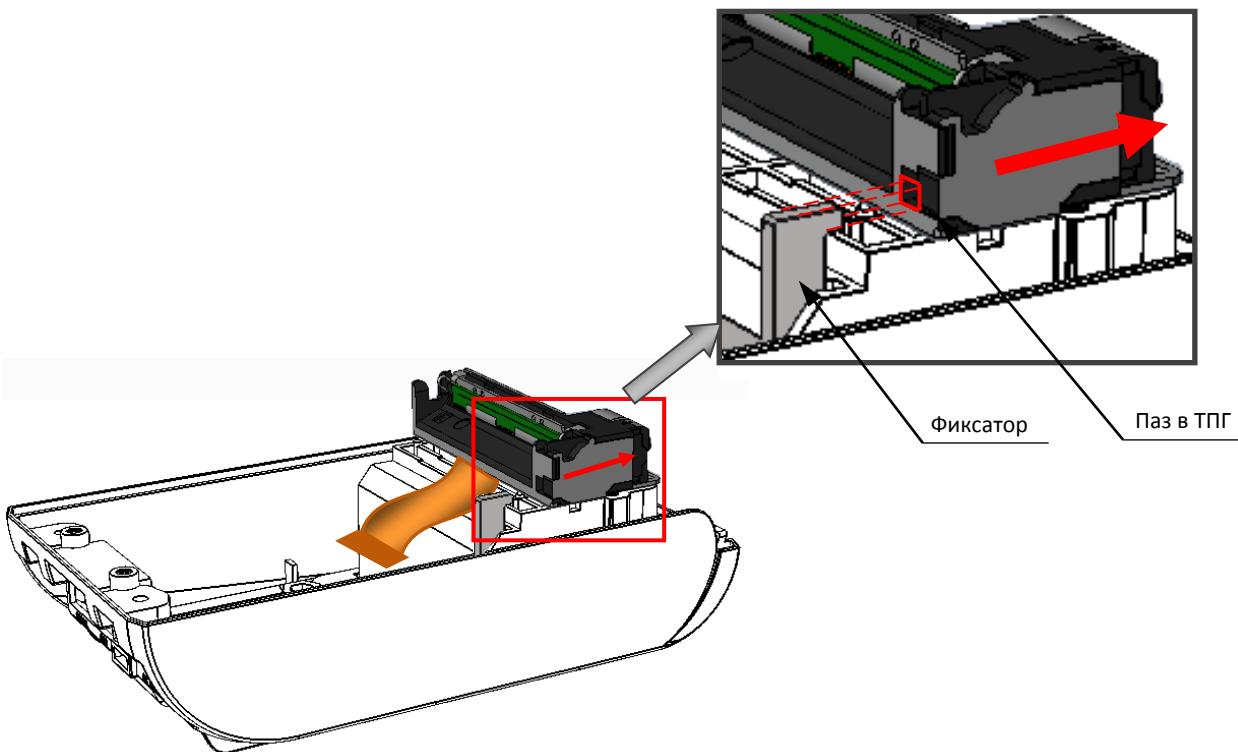

Рисунок 19. Направление смещения ТПГ с учетом расположения фиксатора в нижней части корпуса и паза в ТПГ
6. Затем аккуратно сместить ТПГ в направлении, показанном на рисунке и освободить фиксатор нижней части корпуса изделия из паза ТПГ (смотрите рисунок 19).
- Установить на место старого экземпляра ТПГ новый экземпляр печатающего устройства, совместив фиксатор в нижней части корпуса изделия и паз в ТПГ (смотрите рисунок 19). ТПГ на нижней части корпуса изделия должно быть расположено как показано на рисунке ниже.